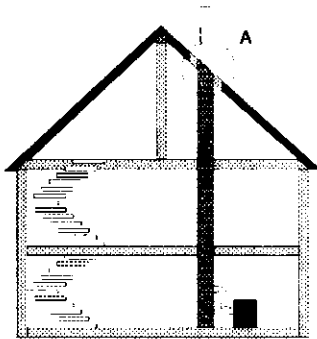

Bild 13
- oberhalb der Dachhaut (siehe Bild 13 und Bild 14) uneingeschränkter Bauartwechsel (DIN 18160 beachten)